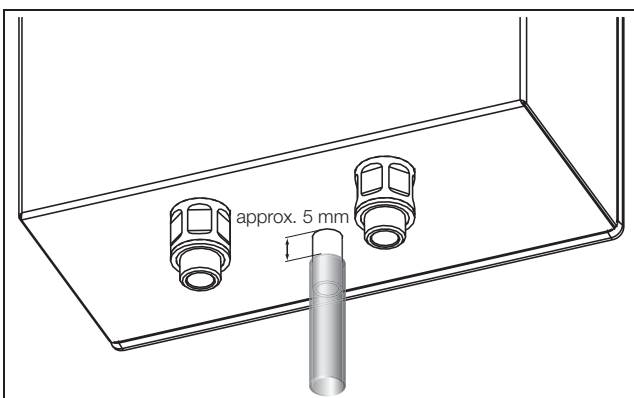

Bild 8: Ansluta kondensvattenutloppet
- Anslut en lämplig, flexibel slang (Ø 12 mm, 1/2") till kondensmunstycket som på bild 8 (på apparatens undersida).
För enkel rengöring ska det finnas ett avstånd på 5 mm mellan slangens ände och apparatens undersida (bild 8)